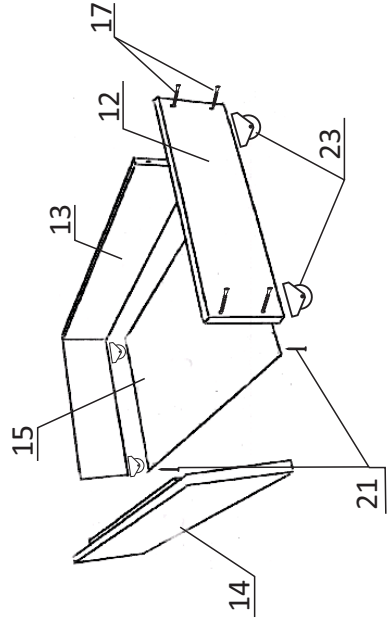

Рисунок 7
7. Сборка выдвижного ящика (рис.7). Собрать каркас ящика из деталей 12, 13, 14 на винты конфирматы(17), установить дно(15) на гвозди(21). Установить опору колесную(23) на боковые стенки ящика(12) на шурупы(22) по разметке.
9. Установить щит (10) на каркас, на гвозди(21).